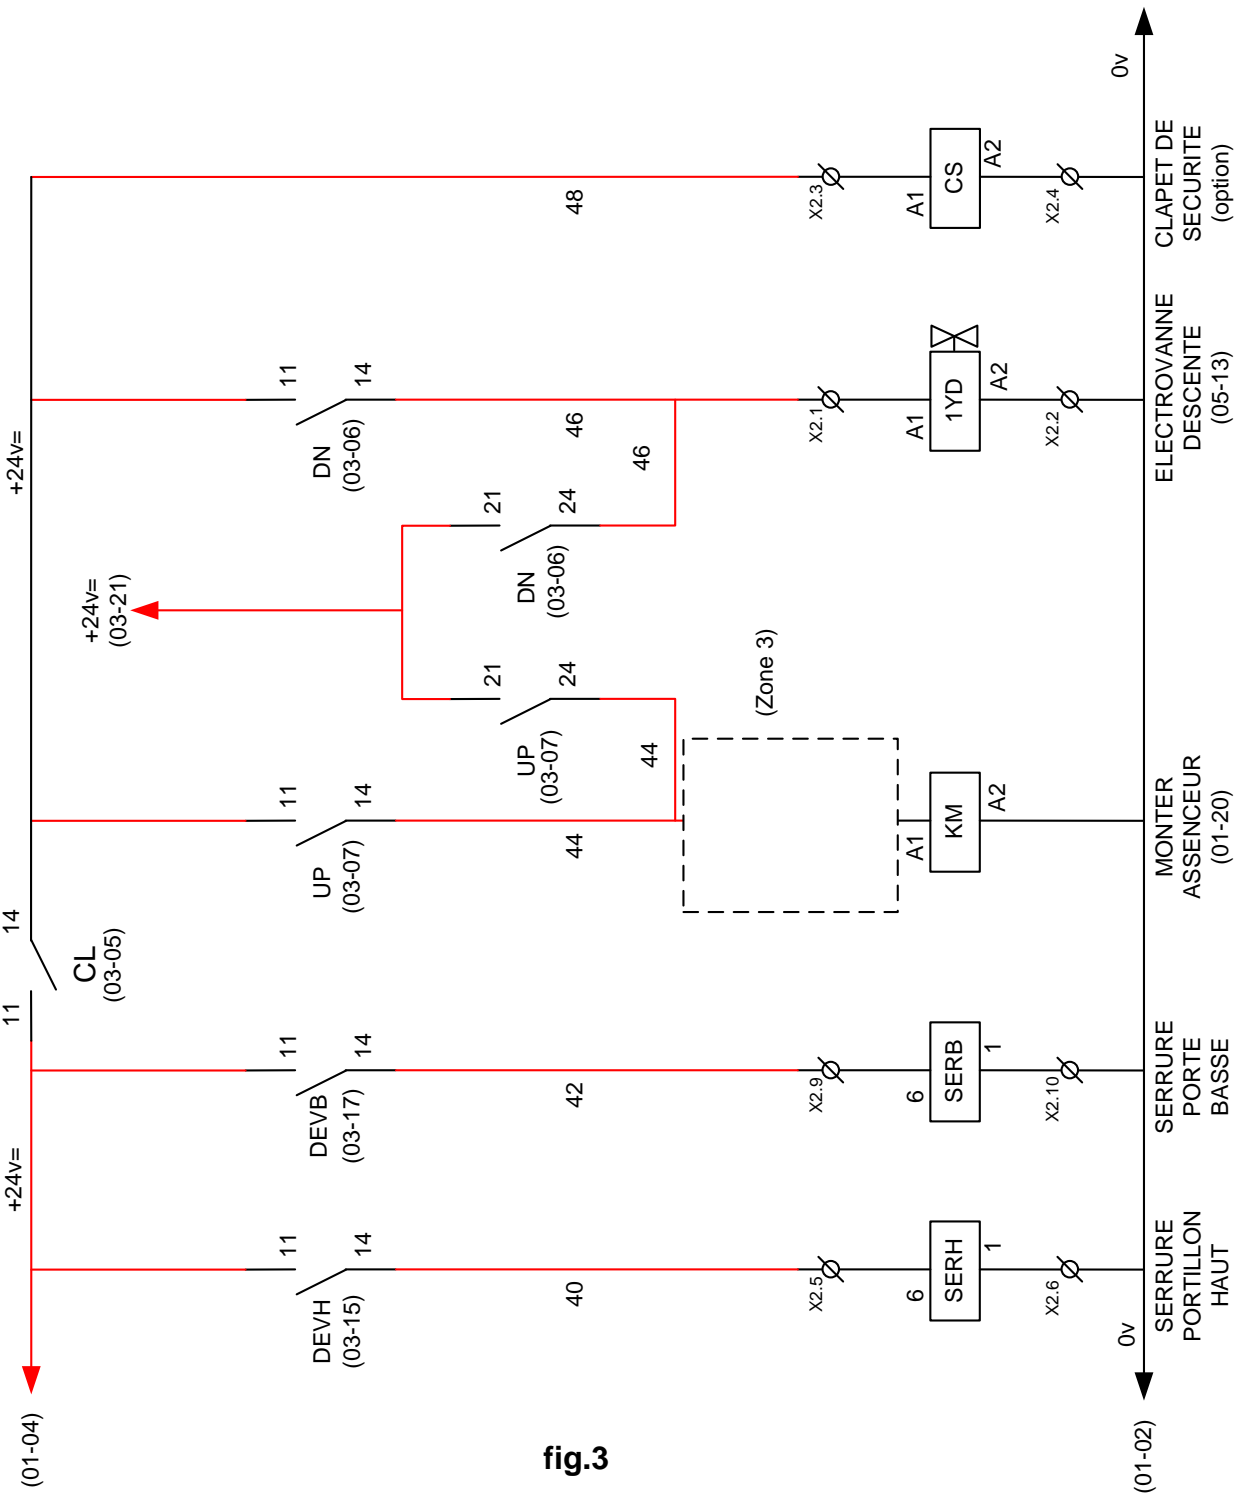

fig.3
- Les renvois du contact de défaut vers le circuit de commande (voir fig.3).